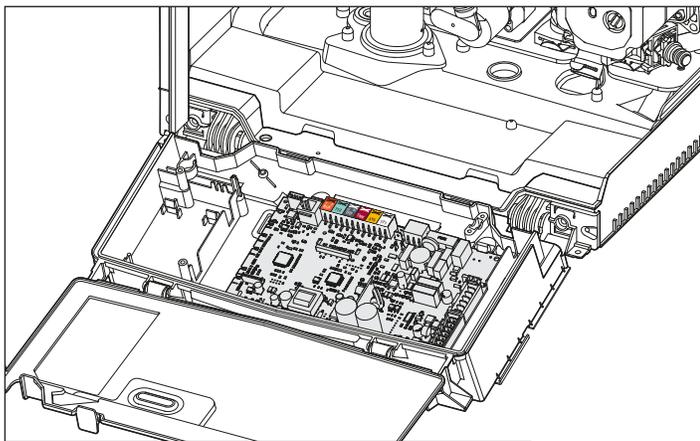

Figure 66 - Raccordement de la sonde extérieure
- Ouvrez le couvercle du panneau de commande pour accéder à la carte principale. Voir Figure 66.